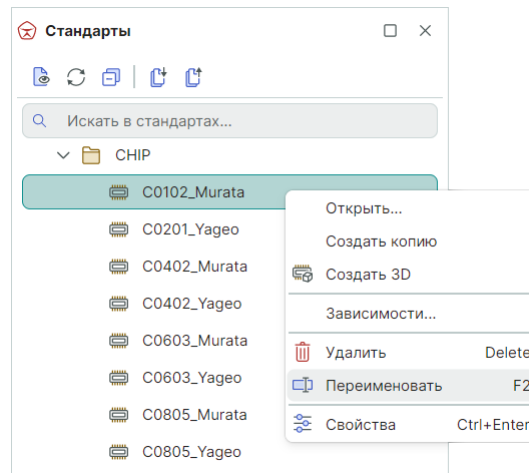

Рис. 109 Переименование корпуса
- Выберите требуемый корпус в дереве узла «Корпуса» и в контекстном меню выберите пункт «Переименовать» или воспользуйтесь горячей клавишей «F2», см. Рис. 109.